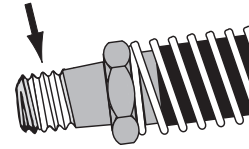

Abbildung 4
**HINWEIS:** 1½ Lagen Teflonband verwenden und dabei den ersten Gewingegang frei lassen, um zu verhindern, daß Bandfetzen in das Hydrauliksystem gelangen und Schaden verursachen. Siehe Abbildung 4.